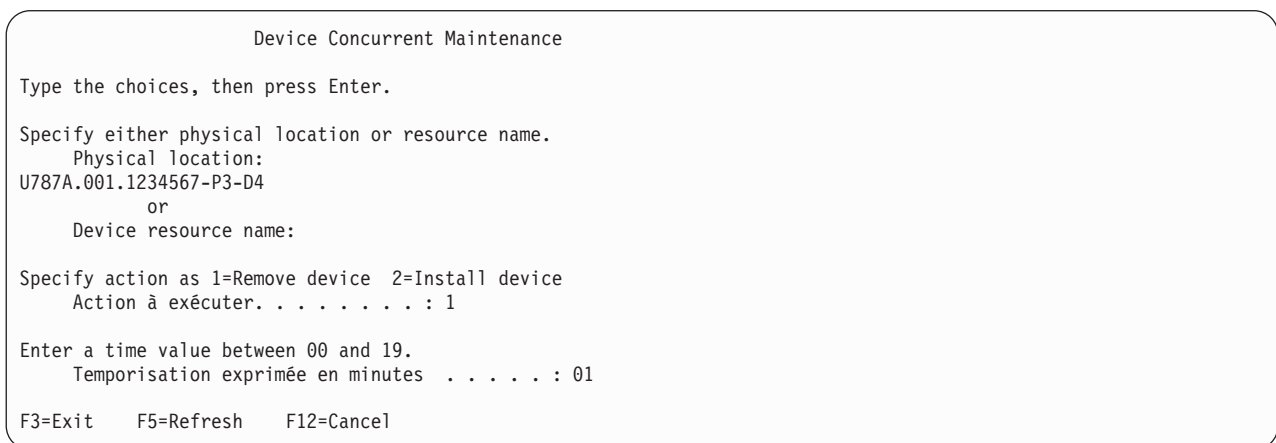

Figure 84. Exemple d'écran Device Concurrent Maintenance
11. Si l'emplacement physique ne figure pas dans l'écran Device Concurrent Maintenance, tapez l'emplacement physique de l'unité de disques à remplacer, comme indiqué dans l'exemple précédent (voir figure 84).